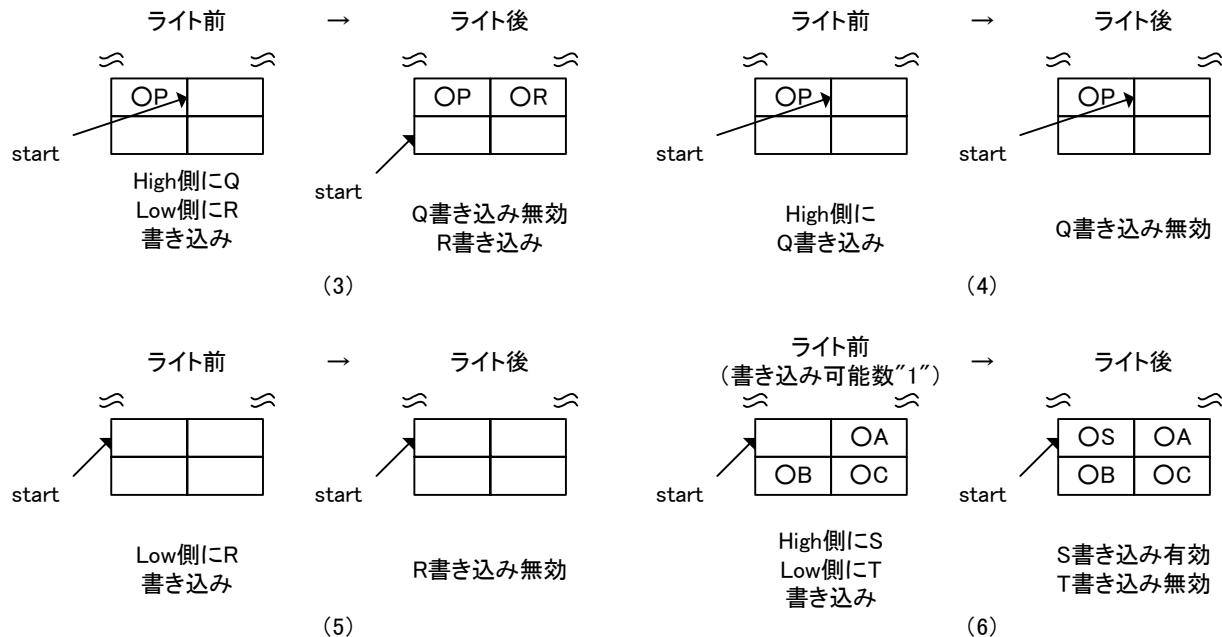

Figure A2.6.23 FIFO ライト処理 (注意が必要な動作)
FIFO にバイト境界がある状態からワード書き込みを行った場合、High 側の書き込みは無視され Low 側のみ書き込みが行われます (Figure A2.6.23 の (3))。つまり、Low 側にバイト書き込みを行ったときと同じ動作を行います。また、FIFO にバイト境界のある状態から High 側にのみ書き込みを行った場合、その書き込みは無視されます (Figure A2.6.23 の (4))。
FIFO にバイト境界が無い状態から Low 側にのみ書き込みを行った場合、その書き込みは無視されます (Figure A2.6.23 の (5))。また、FIFO にバイト境界が無く、且つ書き込み可能数が “1” の状態からワード書き込みを行った場合、Low 側の書き込みは無視され、High 側のみ書き込みが行われます (Figure A2.6.23 の (6))。つまり、High 側にバイト書き込みを行ったときと同じ動作を行います。